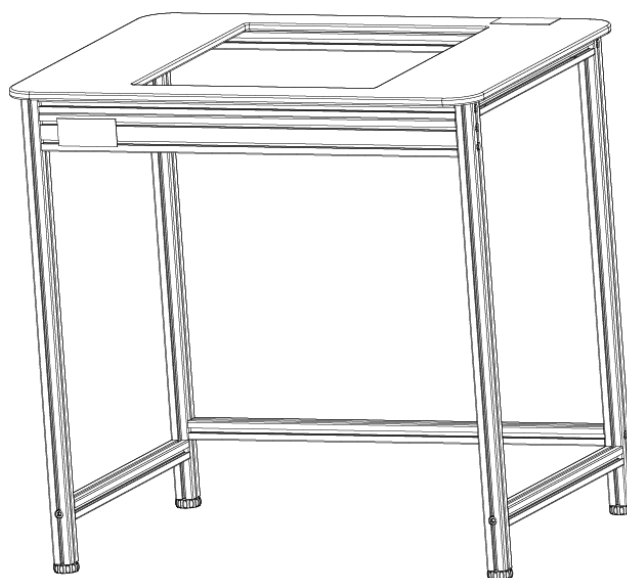

Fig. 9
6. Les deux côtés doivent être alignés de manière parallèle entre eux et les vis bien serrées. (la fig. 9 montre le cadre extérieur monté)